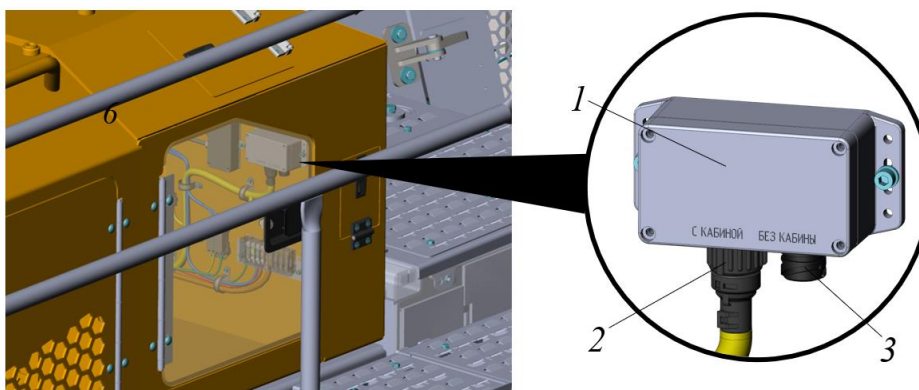

Рисунок 5.38. Размещение CAN-модуля в ящике
- Открыть дверцу ящика с правой стороны машины, рис. 5.38. Открутить штекер 2 из разъема CAN модуля «с кабиной» и установить его в разъем «без кабины» поз. 3.
- ▶ Открыть дверцу ящика с правой стороны машины, рис. 5.38. Открутить штекер из разъема CAN модуля «без кабины» и установить его в разъем «с кабиной».